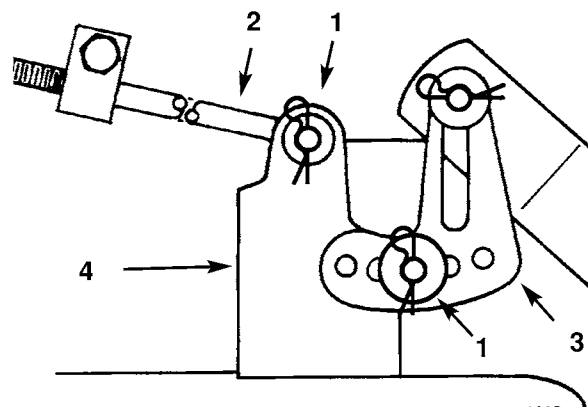

**Bild 44**
5. Die Mähwerk-Gelenkaufhängeprofile mit Schrauben und Kontermuttern an der Vorderachse anbringen (Bild 44).